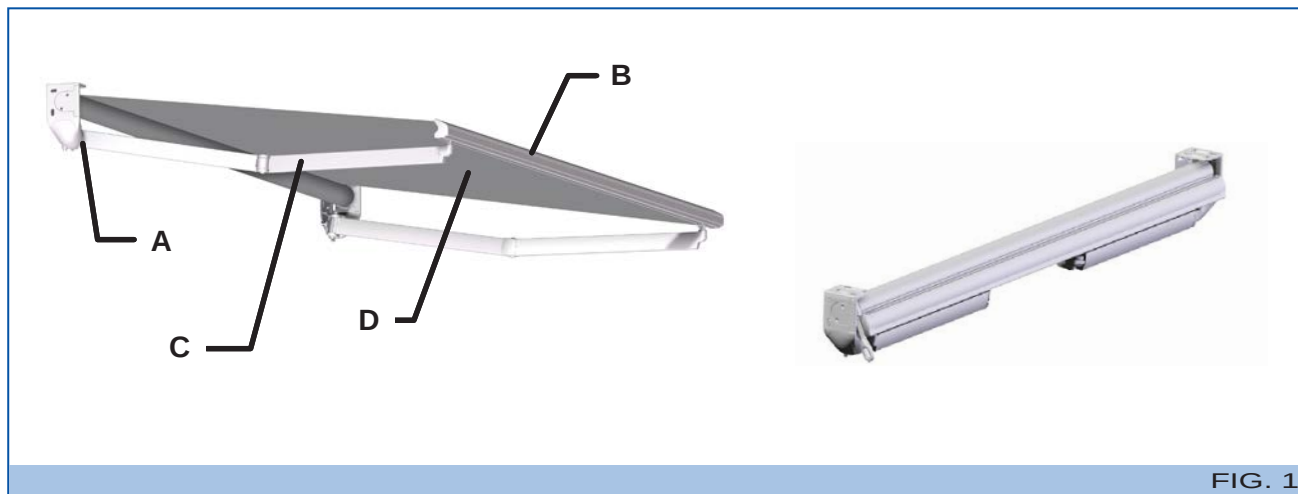

FIG. 1
- Estructura metálica: constituye el bastidor portante que contiene, en su interior, los varios mecanismos adecuados para el movimiento de apertura y cierre del toldo. Se compone de soportes laterales independientes (A - Fig. 1), un tubo enrollador, una barra de carga (B - Fig. 1), algunos brazos extensibles mecanizados dotados de cables envainados o de cadena de acero inoxidable (C - Fig. 1).
- Lona (D - Fig. 1): desempeña la función de cobertura y protección específica del toldo.
La apertura y el cierre del toldo se realizan gracias a la ayuda de la barra de maniobra (A - Fig. 1) y de un pequeño órgano (B - Fig. 1).